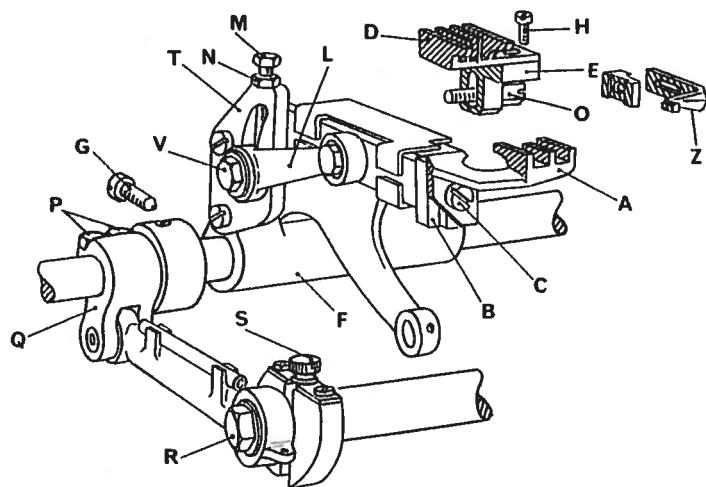

fig. 8
6. Montaggio e regolazione griffe (fig. 8)
Centratrice griffe (fig. 8)
Regolazione differenziale (fig. 8)
- Per regolare la lunghezza del punto, si deve allentare il dado R (fig. 8) e ruotare la vite S dell'allungapunto; in senso orario si accorcia il punto, in senso antiorario si allunga.
e) Variazione lunghezza punto (fig. 8)